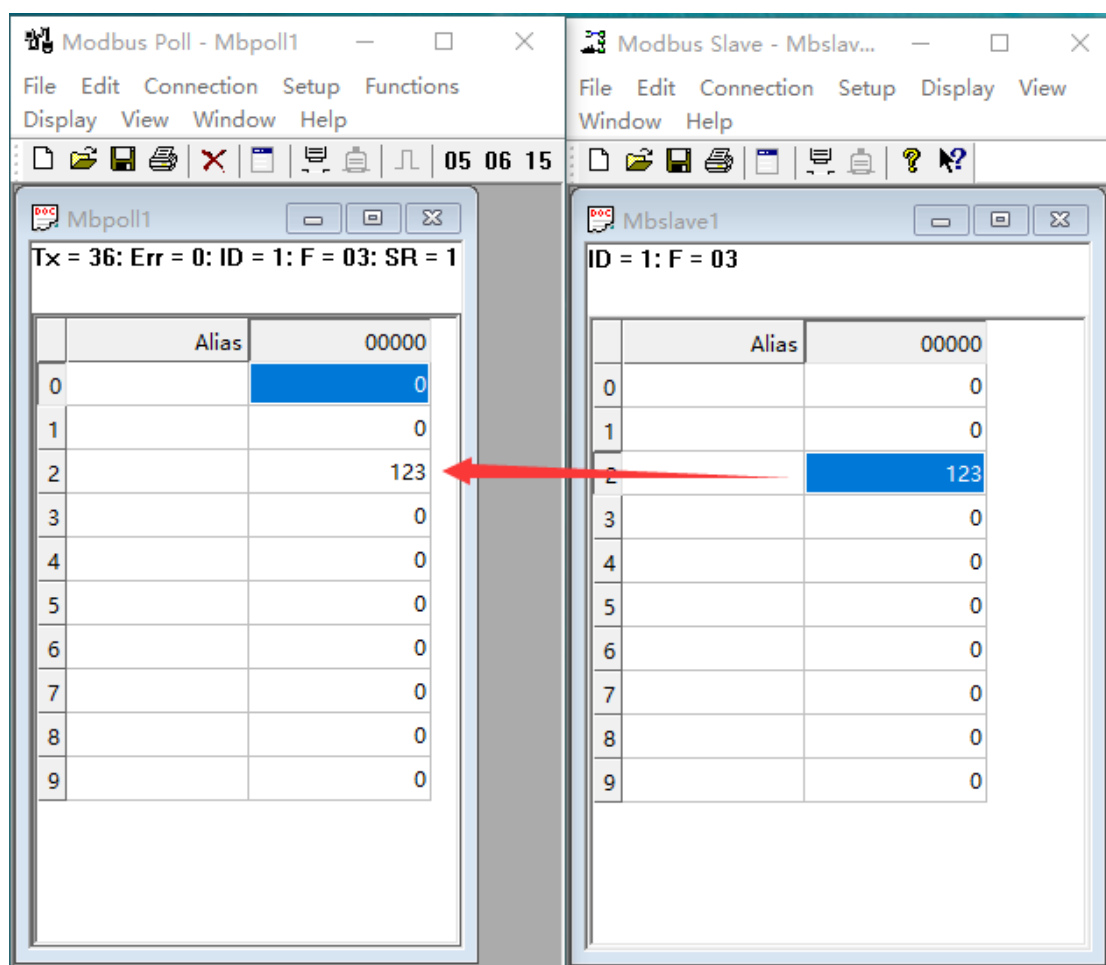

图 12-12 MODBUS 通信测试
(6) 分别点击“Connection”实现连接，如图 12-12 所示。